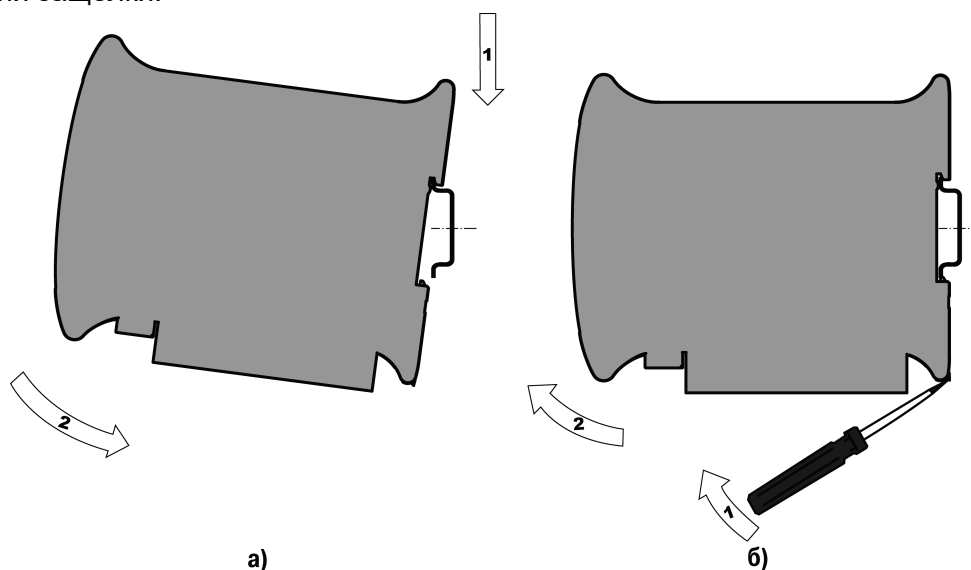

Рисунок 6.3
- В проушину защелки вставляется острая отвертка (см. рисунок 6.3 (б)),